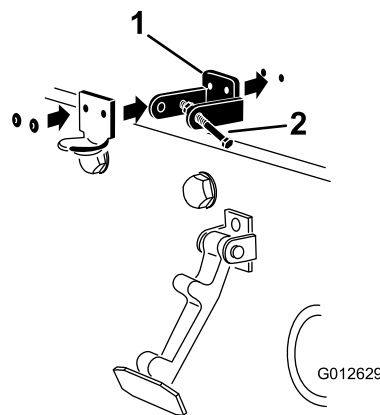

Figura 4
Nota: O suporte do trinco tem de estar contra o capot (Figura 4). Não retire o parafuso e porca do braço do suporte do trinco.
6. Aplique rebites nos suportes e nas anilhas ao capot (Figura 4).